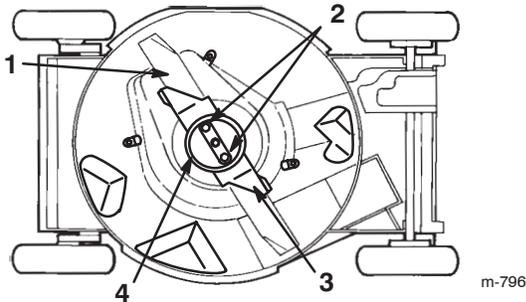

Bild 23
4. Kippen Sie den Rasenmäher auf seine rechte Seite (Luftfilter hoch) (Bild 23).
2. Entfernen Sie die Messermuttern, die Antiskalpierschale, den Beschleuniger und das Messer (Bild 23).
5. Entfernen Sie die beiden Messermuttern, die Antiskalpierkuppe, den Beschleuniger und das Messer (Bild 23).